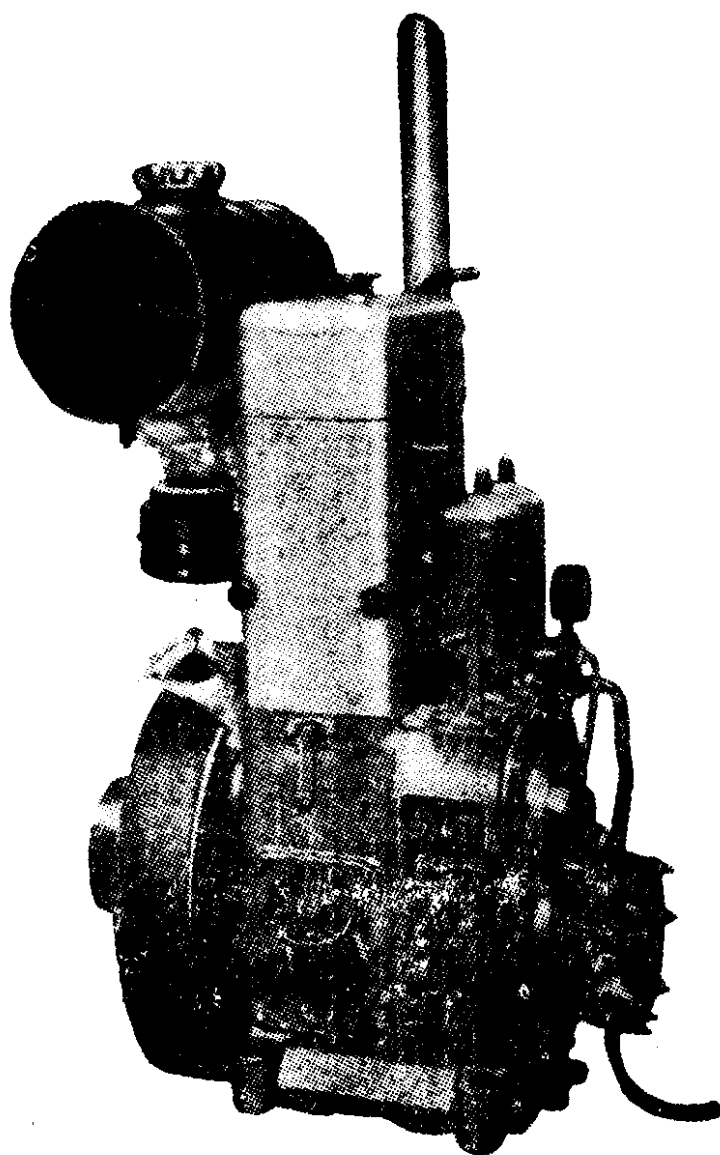

图 1-1 1105柴油机外貌
(1) 165F-1汽油机,表示65毫米缸径,单缸四行程,风冷式,第一种变型产品。
(2) 1105型柴油机——表示这台柴油机是一个气缸,四行程,缸径105毫米,水冷。在地质队中,1105型柴油机多用作XJ100型钻机的动力机,其外形如图1-1所示。
(3) 2105型柴油机——表示这台柴油机有气缸二只,四行程,缸径105毫米,水冷。在地质队中,2105型柴油机往往用于